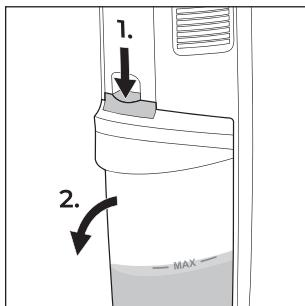

Fig. 20
- Videz le réservoir d'eau sale **②** lorsque l'eau sale a atteint le repère MAX.
- Une fois le réservoir d'eau sale **②** plein, le moteur d'aspiration est automatiquement éteint à l'aide du flotteur **⑧**.
- ♦ Pour vider le réservoir d'eau sale **②**, procédez comme suit :
1. Poussez le bouton situé au-dessus du réservoir d'eau sale **②** vers le bas (voir fig. 20). Tenez la poignée du réservoir d'eau sale **②** pendant que vous appuyez sur le bouton.
2. Sortez le réservoir d'eau sale **②** par l'avant de l'appareil (voir fig. 20).